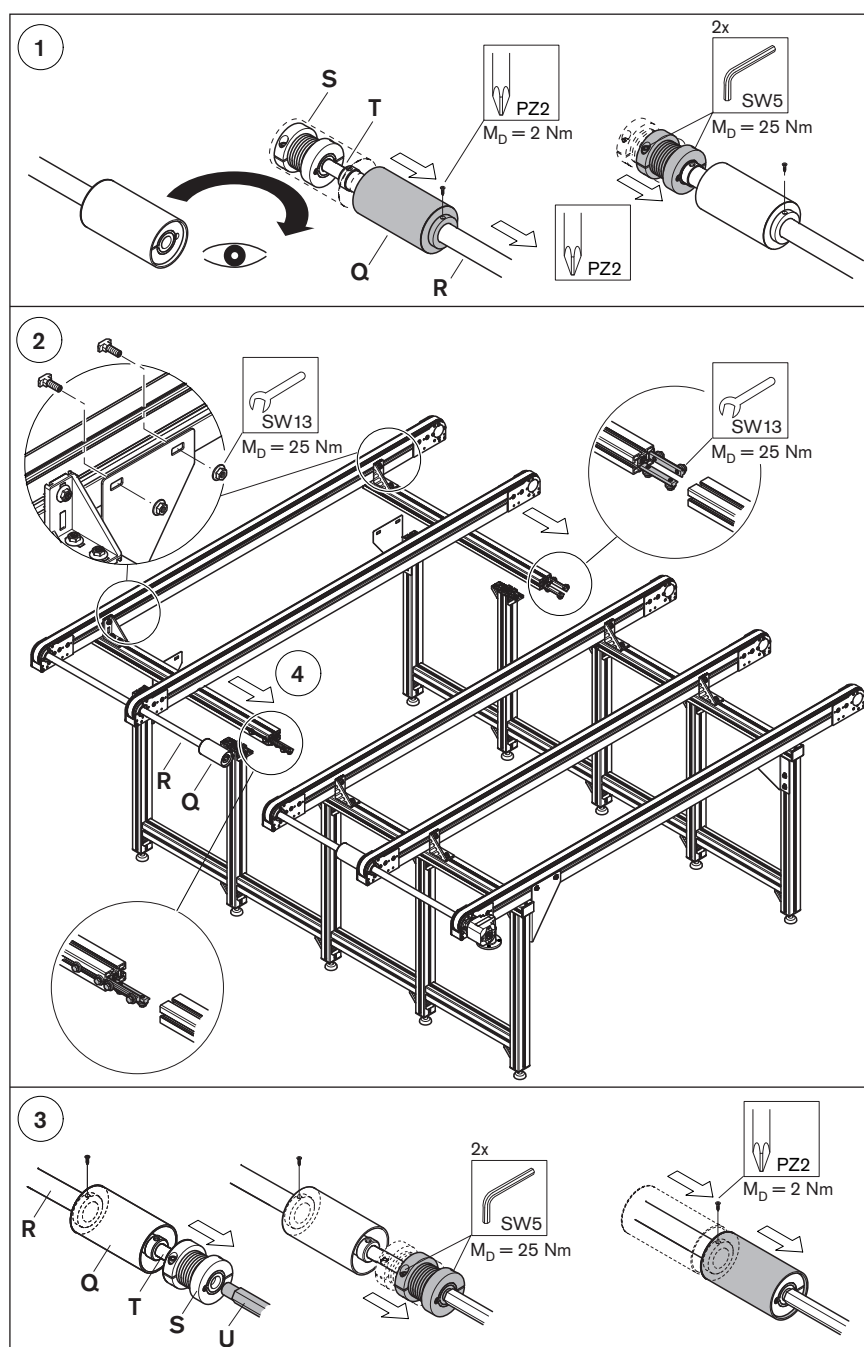

Fig. 8
- ▶ Executar a conexão do motor como conexão em estrela ou em triângulo de acordo com os planos de conexão, ver “Fig. 8”, e executar o plano de conexões na caixa de bornes.
- ▶ Para mudar a direção de rotação do motor, trocar a posição de dois fios quaisquer (L1, L2 ou L3, ver “Fig. 8”).